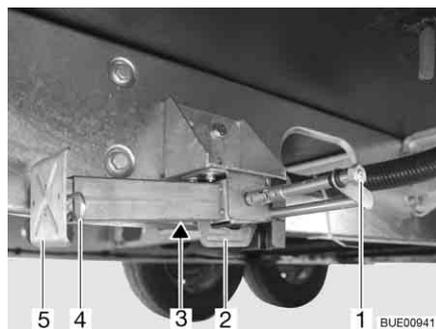

Bild 52 Hubstütze
- Am Sechskant (Bild 52,1) den Steckschlüssel aufstecken und drehen, bis die Hubstütze senkrecht nach unten steht.
- Wenn die Länge der Hubstütze verstellbar ist, den Splint (Bild 52,4) aus der Stützfußverlängerung (Bild 52,5) herausziehen.
- Am Sechskant (Bild 52,1) den Steckschlüssel aufstecken und drehen, bis die Hubstütze wieder vom Boden frei ist.
- Stützfußverlängerung (Bild 52,5) ganz einschieben und Splint (Bild 52,4) in die vorgesehene Bohrung an der Stützfußverlängerung stecken.
- Am Sechskant (Bild 52,1) drehen, bis die Hubstütze nach oben geschwenkt ist und die Führung (Bild 52,2) ganz am Ende des Schlitzes (Bild 52,3) ansteht.